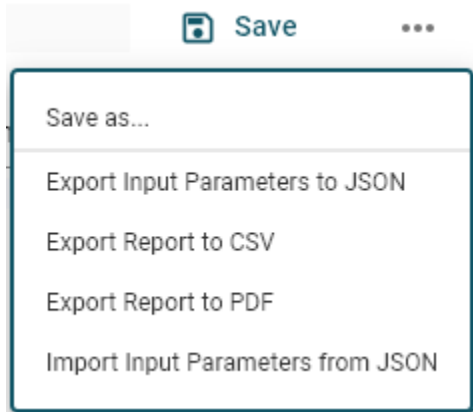

图 3-2. 导入和导出菜单
3. **导入和导出菜单**：该菜单包含用于从外部保存工具中包含的仿真信息的选项 (图 3-2) 。